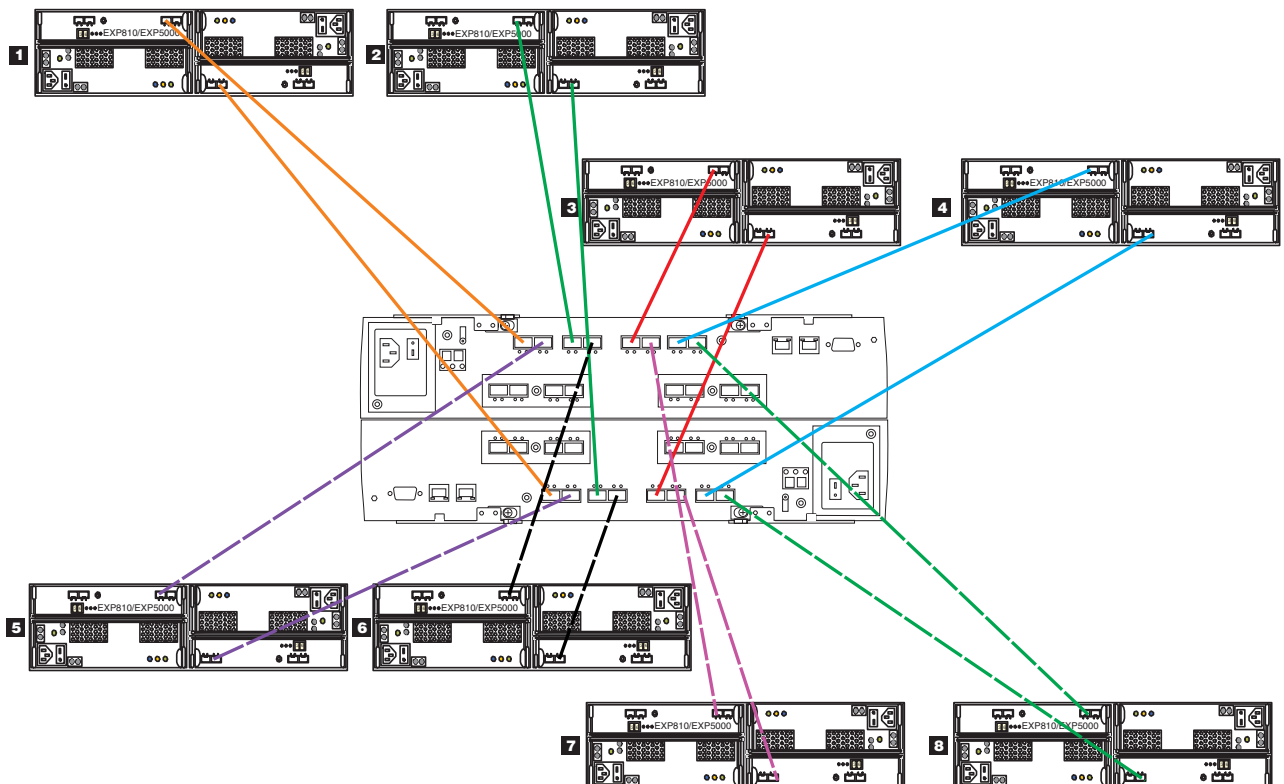

図 10. ストレージ・エンクロージャーの接続時にすべてのドライブ・チャンネル・ポートを使用
- ストレージ・エンクロージャーをドライブ・ミニ・ハブに接続するときに、DS4400 または DS4500 ストレージ・サブシステム内の各ドライブ・ミニ・ハブ内のポート全部を使用してはなりません。ファイバー・チャンネル・ケーブルをドライブ・ミニ・ハブの一方のポートのみに接続し、他方のポートは未使用の状態にしておきます。ただし、ストレージ・エンクロージャーをドライブ・チャンネル・ポート (DS4200、DS4700、DS4800、DS5020、DS5100、および DS5300 ストレージ・サブシステムなどにあります) に接続するときは、各ドライブ・チャンネル内のポート全部を使用してください。図 10 は、8 台のストレージ・エンクロージャーを DS5000 ストレージ・サブシステムに接続しています。8 台のエンクロージャーは、ドライブ・チャンネル・ポートの 1 つのサブセットにストレージ・エンクロージャーをスタッキングするのではなく、DS5000 ストレージ・サブシステムのドライブ・チャンネル・ポートをすべて使用して接続されます。